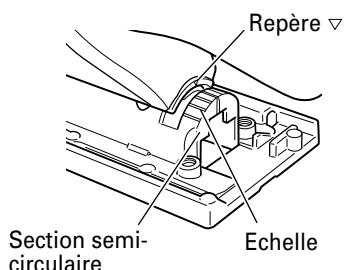

Fig. 22
- (2) Aligner l'échelle (de 0 degré à 45 degrés par incrément de 15 degrés) de la section semi-circulaire de la base sur le repère [▽] du couvercle du réducteur. (Fig. 22)